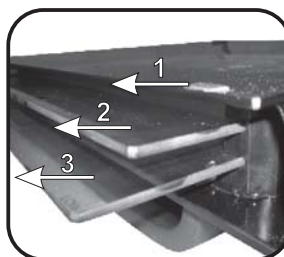

Figure 6
- \* Для духовых шкафов с пиролизической очисткой, пожалуйста, снимите также второе и третье стекла, как указано на рисунке 6 (Figure 6)